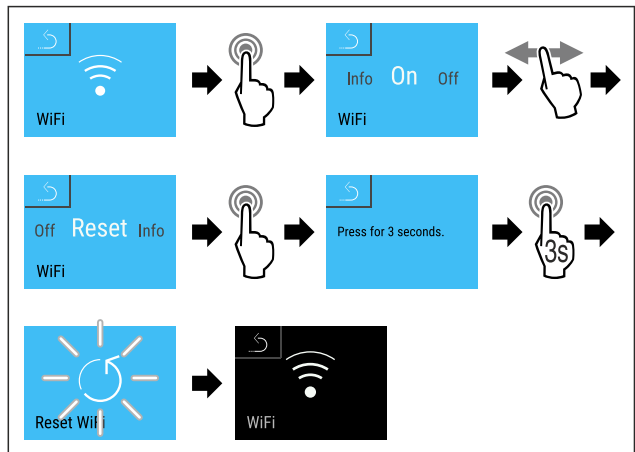

Fig. 122
- ▶ Seguir los pasos de procedimiento (consulte Fig. 122) .